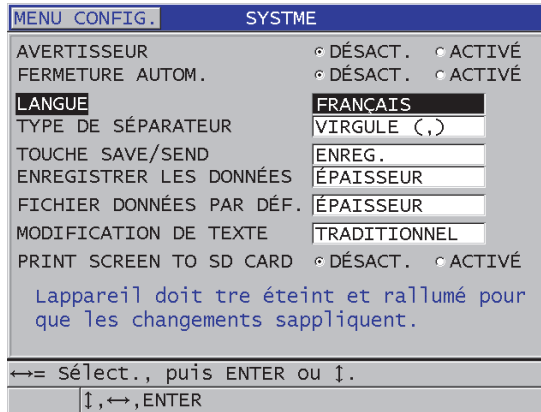

Figure 4-1 Sélection de la langue de l'interface utilisateur
3. Dans l'écran **SYSTME** (Figure 4-1 à la page 68), faites ce qui suit :